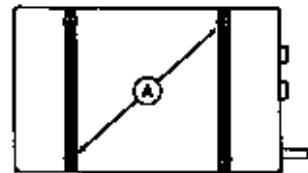

Abb. 1
- dévissez les deux vis "A" (fig. 1) se trouvant sur le dessus et le dessous du boîtier. Les deux autres vis visibles sur ces deux faces ont une fonction exclusivement esthétique et ne doivent surtout pas être dévissées.